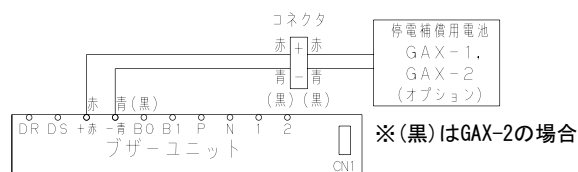

図1
- ・ ご依頼により弊社にてキャビネット内に組み込んで出荷する場合は、電池の消耗を避けるためコネクタ接続していません。ご使用前に差込方向には十分ご注意の上、コネクタを接続してください（図1）。